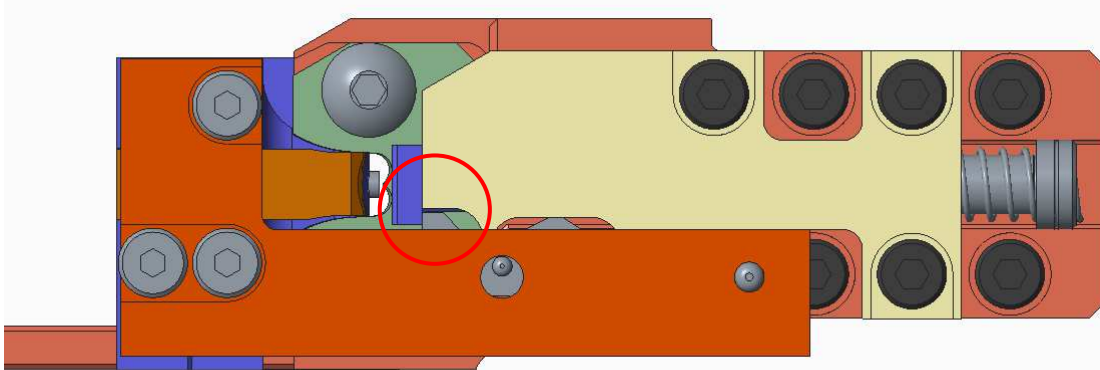

图 29
- d. 如图 29 所示，安装剪切刀、柱塞和固定装置。
1. 柱塞压住固定装置上升起的几何结构，卡入一个凹陷位置（参见图 29）。